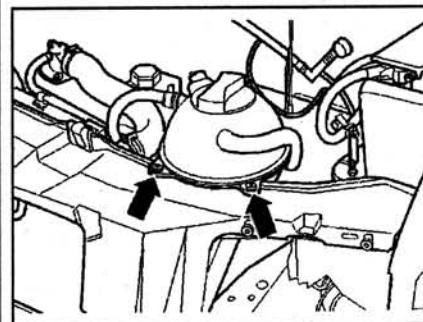

Рис. 2.3. Открутите винты крепления расширительного бачка (стрелки) и закрепите его сбоку, снимите его и закрепите сбоку.
5. Открутите винты крепления расширительного бачка (стрелки), снимите его и закрепите сбоку (рис. 2.3).